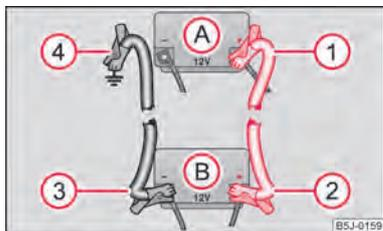

Abb. 147 Starthilfe mit der Batterie eines anderen Fahrzeugs: A - entladene Fahrzeugbatterie, B - stromgebende Batterie
- Befestigen Sie ein Ende ① am Pluspol ⇒ Abb. 147 der entladenen Batterie (A).
- Befestigen Sie das andere Ende ② am Pluspol der stromgebenden Batterie (B).